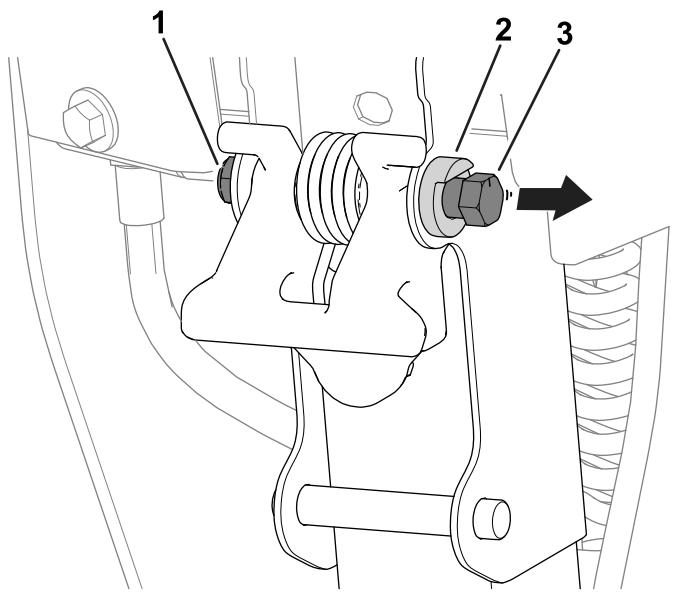

图 13
1. 松开门锁螺栓上的螺母使得螺栓头可以仅在枢轴挡铁之外自由移动 图 13。
| 3. 拧紧闩锁螺栓上的螺母 图 13 以将新的螺栓位置固定在枢轴挡铁处。 | |